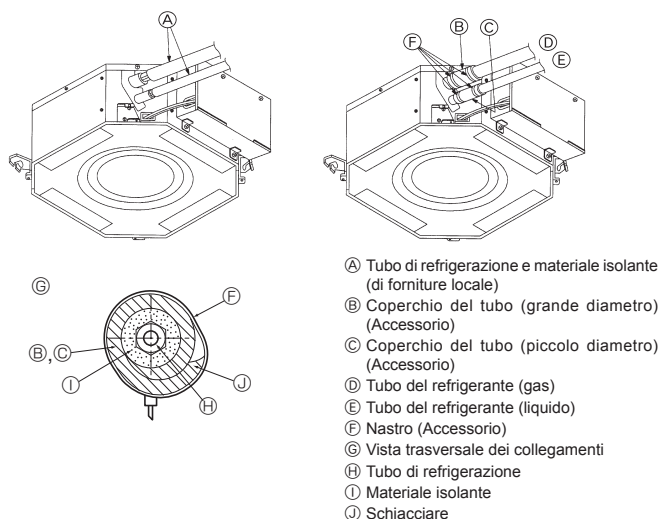

Fig. 5-8
5.4. Collegamento delle tubazioni (Fig. 5-8)